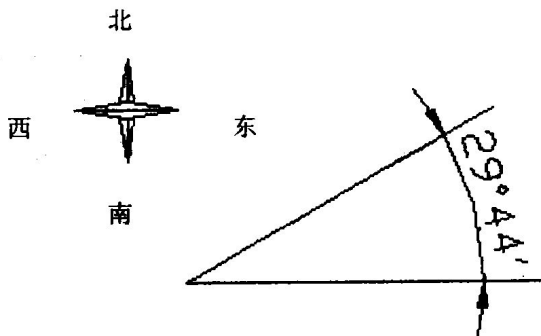

图 1.9 勘测角度设计示例
- ◆ **【勘测】** 以方位的形式显示角度，N、S、W、E 分别表示正东、正南、正西、正北，如 $E29^\circ 44'N$ 表示东偏北 $29^\circ 44'$ ，如图 1.9 所示。